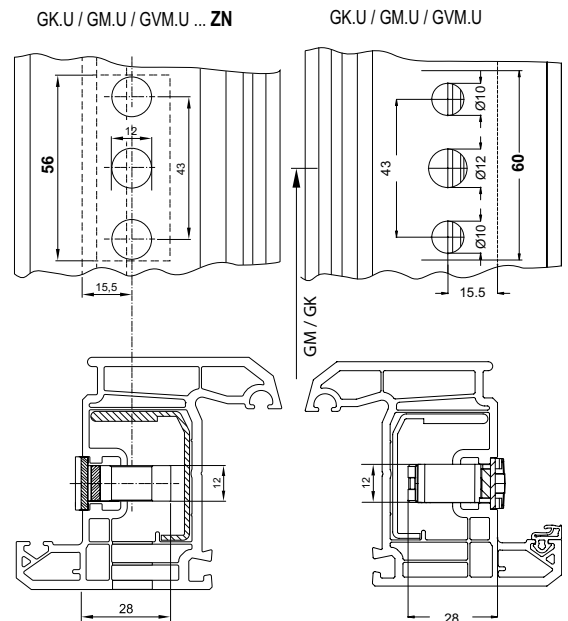

Рисунок 3: Чертеж паза для кассеты засова запора с дорнмассом = 15,5 мм
2. Сверление отверстий под ручку смотри рис. 3. Паз для кассеты засова фрезеровать со стороны фурнитурного паза (Рис. 3).